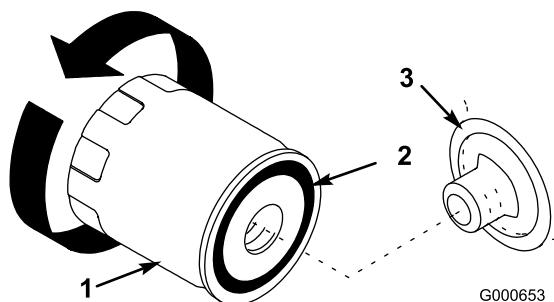

Figure 21
- Déposez le filtre à huile usagé et essuyez la surface du joint de l'adaptateur (Figure 21).